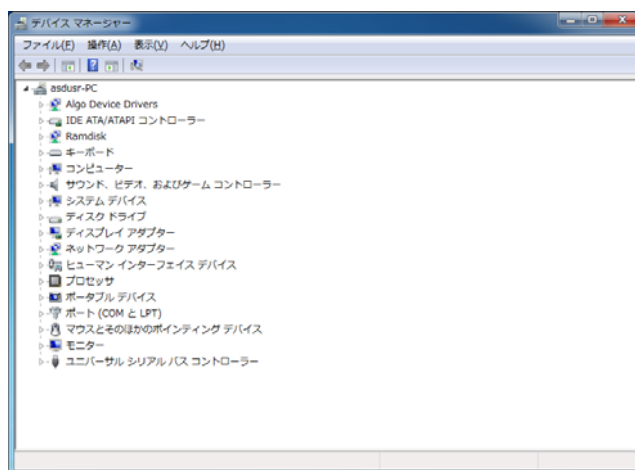

図 3-3-5-1. デバイス マネージャー
- ① スタートメニューから[コントロール パネル]を選択します。
- ② [コントロール パネル]が開きます。[システム]を実行します。
- ③ ダイアログが開きます。[デバイス マネージャー]を選択します。
- ④ [デバイス マネージャー]が開きます。(図 3-3-5-1)